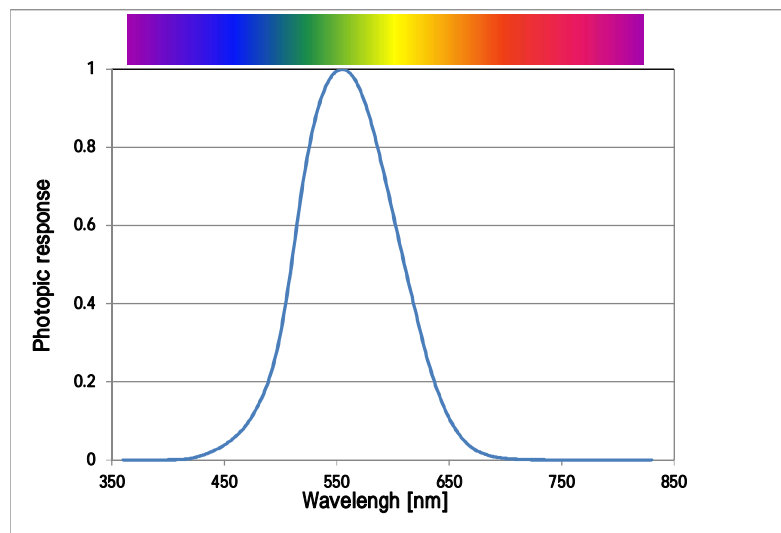

図6.CIE 標準分光視感効率:  $V(\lambda)$
1.1で述べたように、光源から放射された光の中で、人間の目に感じることのできる波長領域は、一般に 380 ~ 780nm の可視光領域です。目の光に対する感度は波長によって異なります。その度合を表すものが視感度になります。視感度には個人差がありますが、CIE によって、標準分光視感効率(標準視感度ともいう):  $V(\lambda)$  が定められています8)。図6にその標準分光視感効率  $V(\lambda)$  を示します。
明るい場所では、多くの人が波長 555nm の光を一番明るく感じます。一方、暗い場所では 510nm となります。図6は、明所の最大視感度となる波長 555nm の光に対して、人間が感じる明るさを 1 としたとき、同じ放射束のそれぞれの波長に対する視感度の比を表しています。例えば、放射束が同じであっても、人間の目で見た場合、470nm の青色光や 650nm の赤色光は、555nm の緑色光の約 10 分の 1 の明るさには感じないことになります。
光源の明るさを定量的に評価するためには、いくつかの測光量を用います。測光量は基本的に光束(luminous flux)という単位で表します。光束の記号は $\Phi_v$ 、単位はルーメン(lm)で表します。放射量に人間の目の感度特性を考慮したものが測光量となるため、放射束に分光視感効果を掛け合わせたものが光束となります。分光視感効果とは、放射量から測光量を導く場合、最大視感効果度 $K_m$ と図6で示す CIE 標準分光視感効率  $V(\lambda)$  の積として表されます。記号は $K(\lambda)$ 、単位はルーメン毎ワット(lm/W)となります。以下の式で与えられます。
555nm 以外の単色光の光束を求めるときは、それぞれの波長における CIE 標準分光視感効率を図 6 から求め、掛けなければなりません。